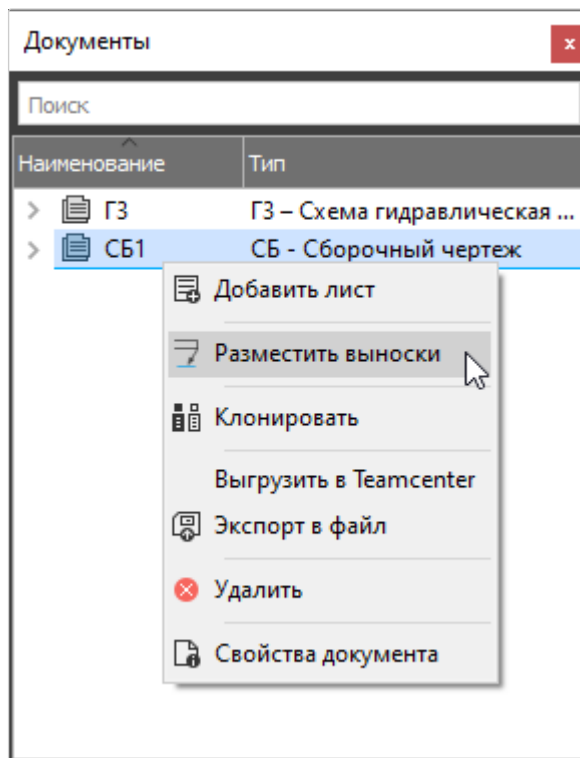

Рисунок 324. Вызов команды «Разместить выноски»
- 2) В открывшемся контекстном меню выбрать пункт «Разместить выноски» (см. рисунок 324).